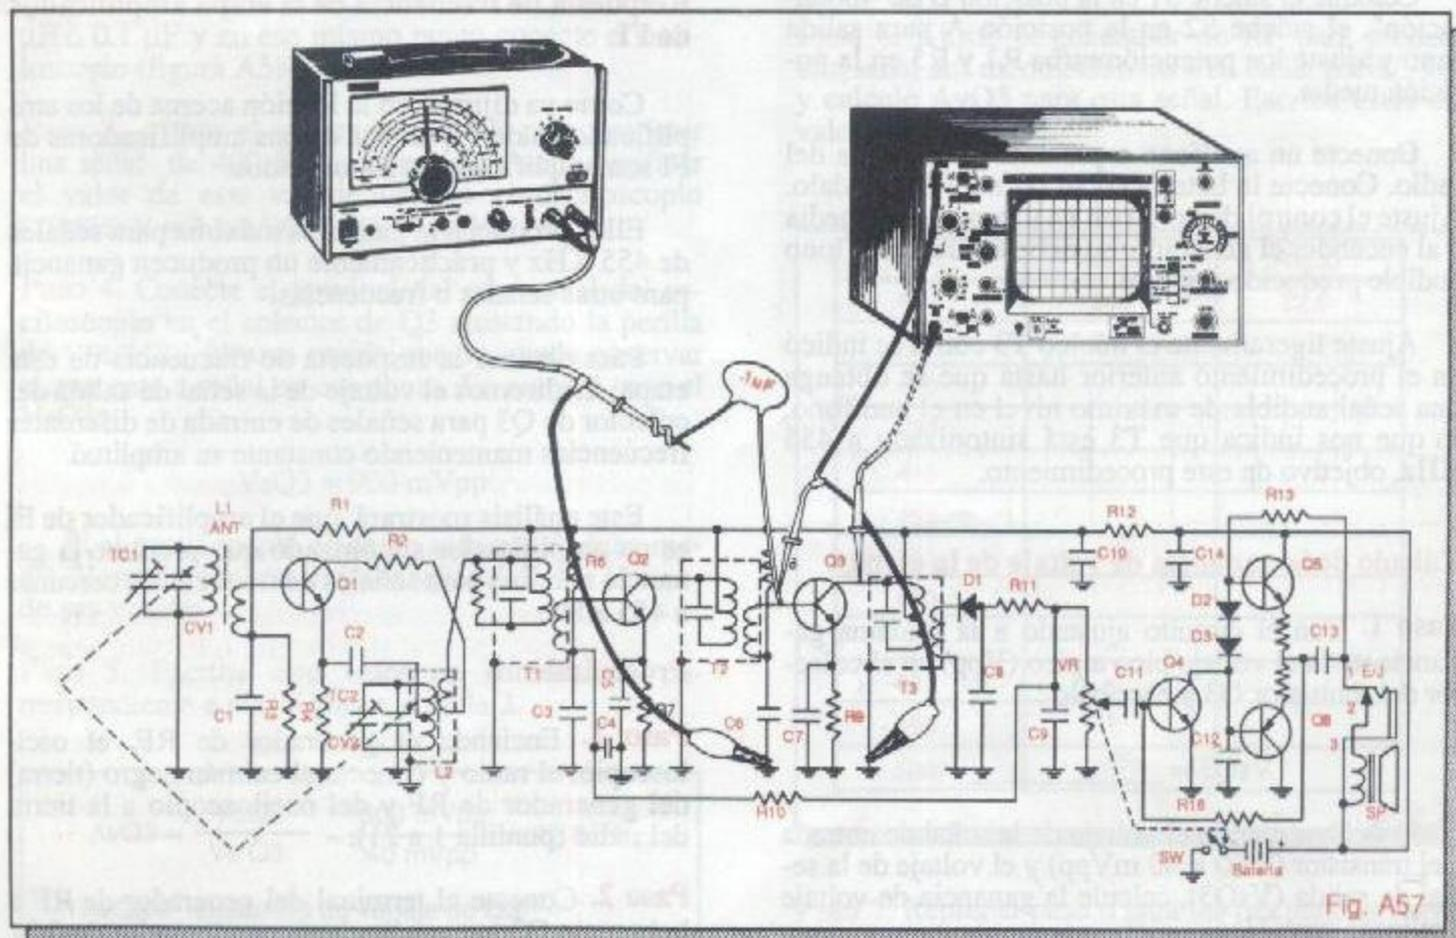

Fig. A57
Paso 3. Conecte el terminal del osciloscopio a la base de Q3 (puntilla E4) como se muestra en la figura A57.
Paso 7. Conecte el otro terminal del osciloscopio en el colector de Q3 (figura A57) y tenga en cuenta que este canal debe estar en su escala mayor, por ejemplo VOLT/DIV en 0.2 VOL/DIV, ya que hay que tener en cuenta la amplificación del transistor.